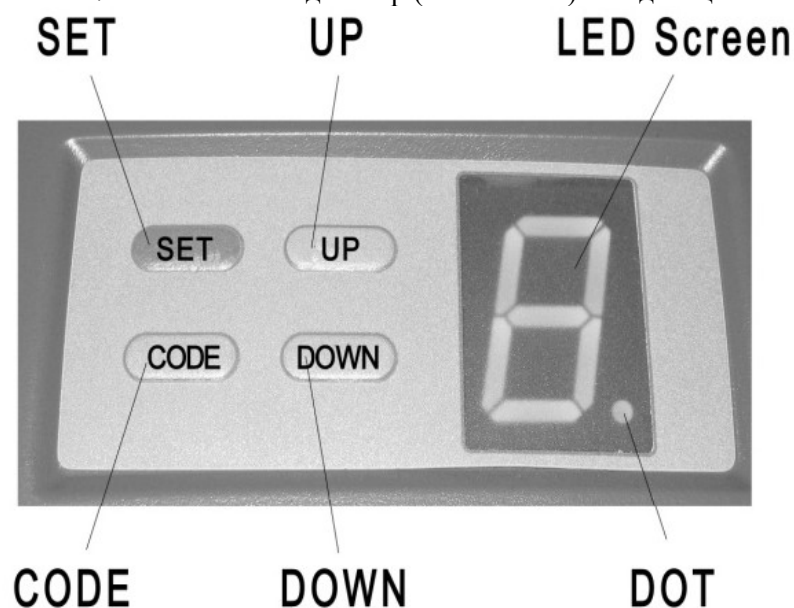

Рис. 5. Панель управления Таблица 4.
- Сразу после включения вилки в розетку кратковременно загорится лампа освещения (подсветка), а индикатор на панели управления привода (рис. 5) отобразит цифры от «9» до «1», после чего привод перейдет в режим ожидания (на индикаторе высветятся символы «II» или «-»). Если вышеописанной индикации нет, отключите привод из розетки и внимательно проверьте все подключения (сверьтесь с разделом «Неисправности и рекомендации по их устранению»).
Настройка привода осуществляется при помощи панели управления (рис. 5), на которой расположены четыре кнопки, сдвоенный 7-сегментный индикатор (LED Screen) и индикационная точка (DOT).